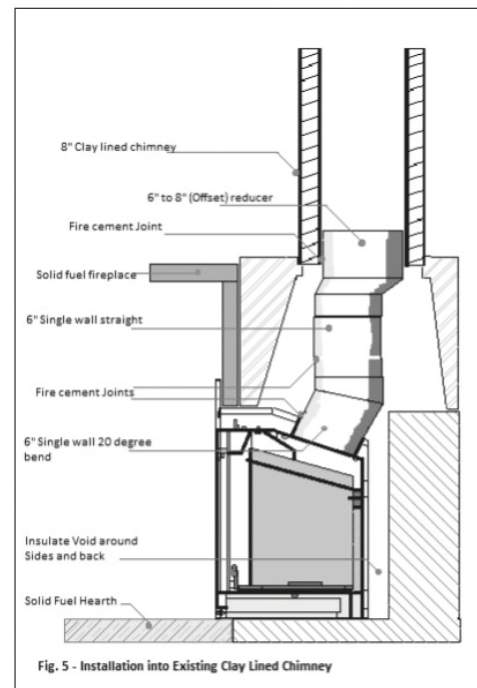

Fig. 5 - Installation into Existing Clay Lined Chimney
B. Podłączenie pieca do komina, który wymaga wkładu kominowego na całej jego długości (zob. rys. 5)